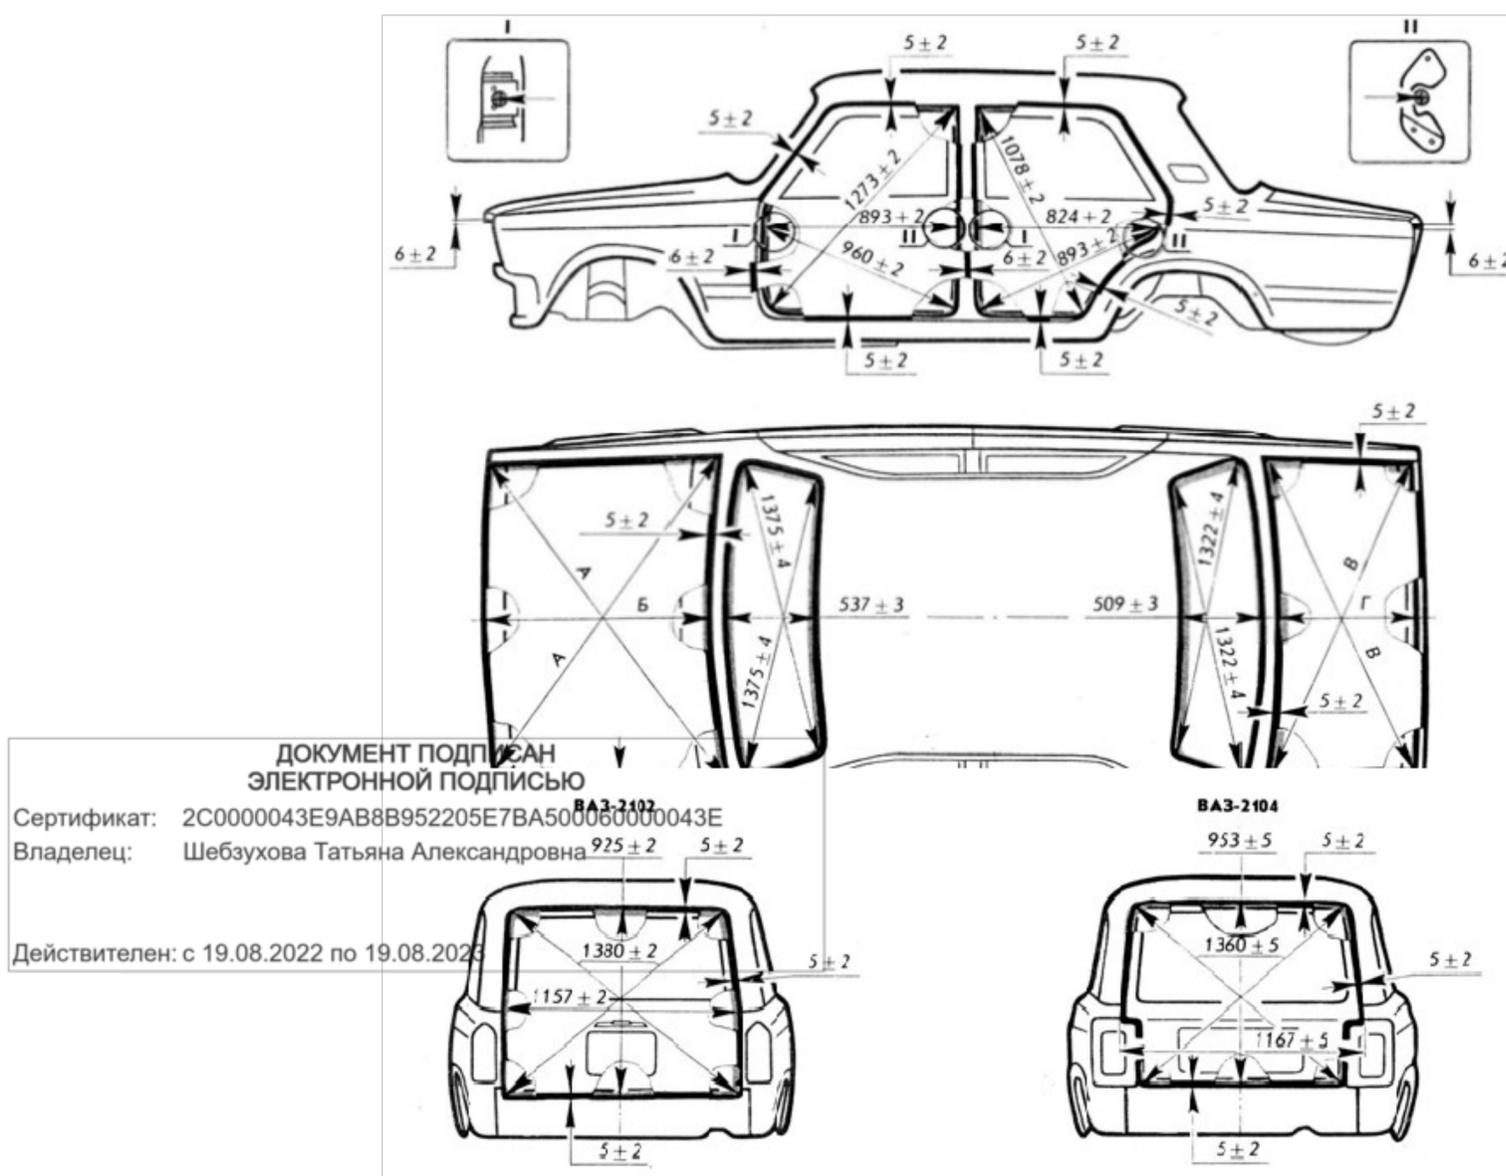

Рис. 6. Размеры проемов и зазоры сопрягаемых деталей кузова автомобилей моделей ВАЗ-2101 - 2107
1. Определение диагональных размеров проемов передних и задних дверей. Размеры должны соответствовать данным, приведенным на рис. 6 - 9 и в таблице 1.